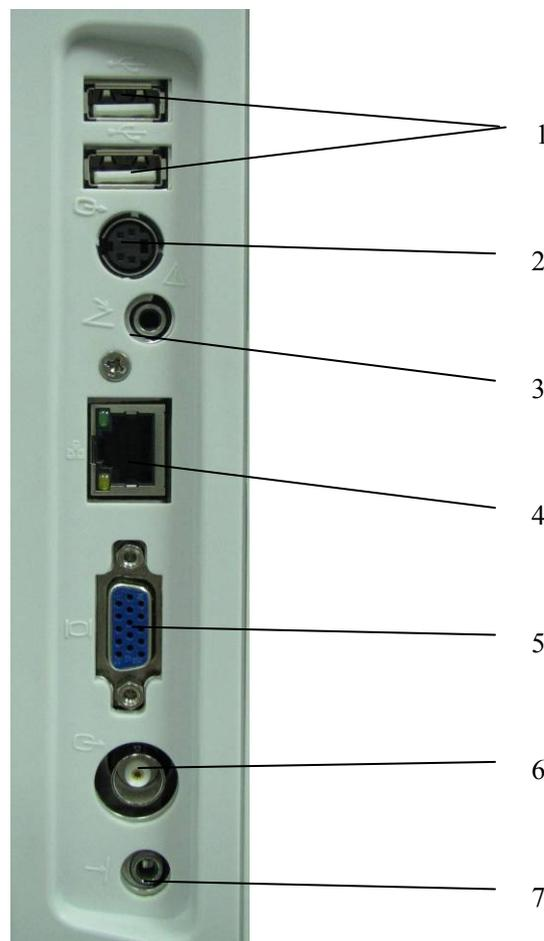

Figure 4-7 Ports du panneau latéral gauche
1. Figure 4-7 Ports I/O sur le Panneau Gauche.